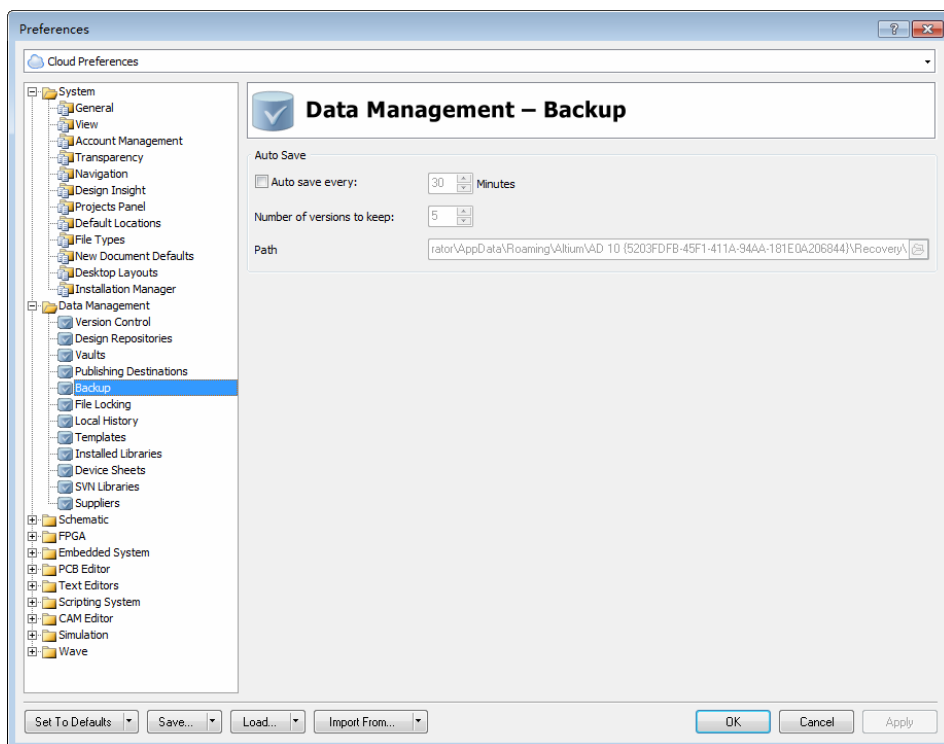

图 2-15 Backup 配置页
执行菜单命令 DXP » Preference，打开首选项对话框，选择左边列表中 Data Management 目录下的 Backup 子项，打开 Backup 配置页，如图 2-15 所示。选中 Auto save every 左边的复选框，即可激活自动备份功能。系统会按照设定的时间间隔，在指定的目录下自动保存当前打开的所有文档的多个版本，版本号通过文件名称后面附加的数字进行标识，如 MyProject~ (2).PrjPCB 表示为工程文档 MyProject.PrjPCB 保存的第 2 个版本，版本号越小的文档保存的时间距今越近。